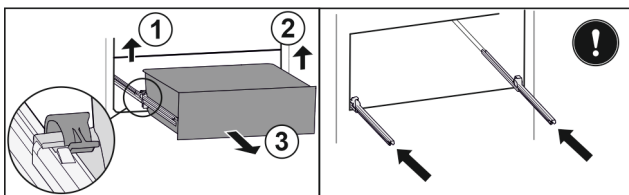

Fig. 43
- ▶ Повдигнете лявата скоба и едновременно с това изтеглете напред чекмеджето отляво. Fig. 43 (1)
- ▶ Повдигнете дясната скоба и едновременно с това изтеглете напред чекмеджето отдясно. Fig. 43 (2)
- ▶ Извадете чекмеджето напред. Fig. 43 (3)